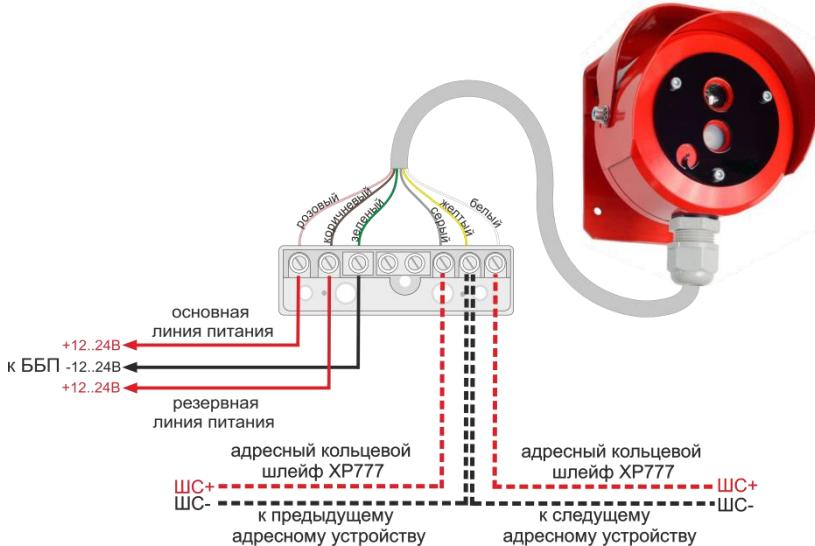

Рис.3 Схема внешних подключений извещателя
- 8) подключить внешние соединительные линии в соответствии со схемой подключения (см. рисунок 3)